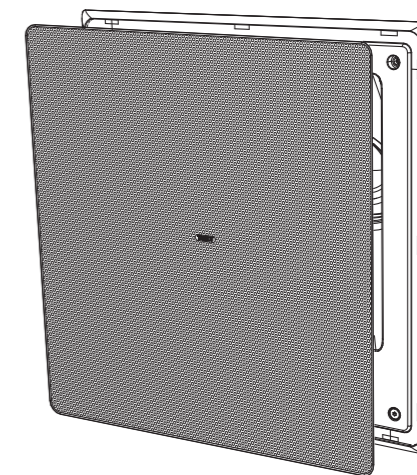

Fig. 21. Install the grille
1. A grade deve ser ajustada cuidadosamente alinhando as bordas da grade com o defletor e as bordas internas da moldura (Fig. 21). Para evitar danos por indentação, não pressione o centro da grade; aplique uma pressão uniforme em cada canto à medida que é pressionado firmemente na posição.